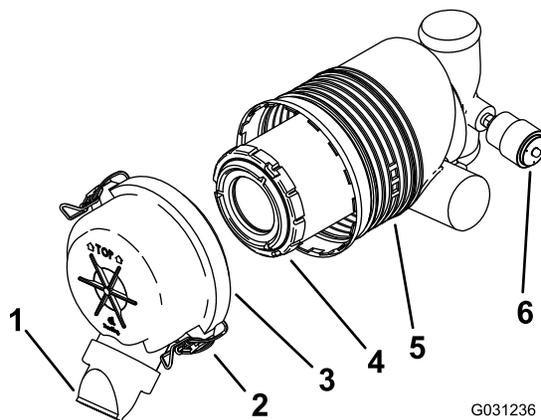

図 30
**重要**エアクリーナのフィルタの交換は、インジケータが赤色になってから行ってください 図 30。早めに整備を行っても意味がありません。むしろフィルタを外したときにエンジン内部に異物を入れてしまう危険が大きくなります。
5. エアクリーナのラッチを外し、ボディーからカバーを抜き出す 図 30。
- インジケータが透明であれば、ダストキャップを下に向けてエアクリーナカバーを取り付けてラッチを掛ける 図 30。
1. エアクリーナのボディーから、フィルタをはずかに引き出す (図 30)。
3. 注意深くフィルタを取り付ける 図 30。
4. ダストキャップを下に向けてエアクリーナカバーを正しく取り付け、ラッチを掛ける 図 30。